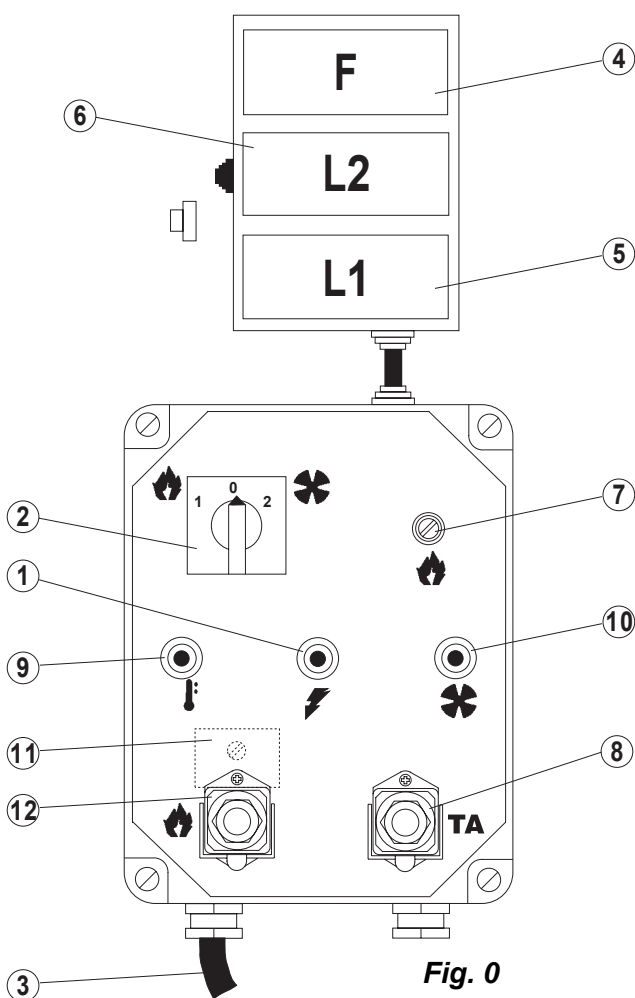

Fig. 0
Имеются три защитные устройства, которые приводятся в действие в случае серьезной неисправности. Устройство управления горелки, которое установлено на горелке и имеет кнопку повторного запуска, автоматически прекращает работу горелки, если пламя гаснет. Терморегулятор перегрева, TS с ручным повторным запуском, приводится в действие, если температура камеры сгорания поднимается выше установленного максимального предела, загорается сигнальная лампочка 9 (Fig. 0) и нагреватель прекращает
работу. Термореле, RT, приводится в действие, если электродвигатель вентилятора начинает использовать количество электричества, превышающее максимально допустимый предел, загорается сигнальная лампочка 10 (Fig. 0) и нагреватель прекращает работу. Если какое-либо из этих защитных устройств приведено в действие, необходимо внимательно проверить, в чем в действительности заключается неисправность прежде, чем нажимать кнопку сброса и снова включать нагреватель (см. ВСТРЕЧАЮЩИЕСЯ НЕИСПРАВНОСТИ, ВОЗМОЖНЫЕ ПРИЧИНЫ И УСТРАНЕНИЯ). Защитное термореле перегрева, TSS, отключает нагреватель, если поток воздуха недостаточен для охлаждения камеры сгорания: нагреватель автоматически включится заново, как только нагреватель в достаточной мере охлажден.
- Подсоедините такие вспомогательные устройства, как комнатное термореле или таймер к распределительному щиту прибора: электропровод должен быть подсоединен при помощи крепежного средства кабеля 8 (Fig. 0) к выводам.
- Установите выключатель 2 (Fig. 0) в положение "0", подключите нагревательный прибор к электрической сети (см. фирменную табличку для электрических спецификаций).
- При работе нагревательного прибора в режиме ручного управления установите выключатель 2 (Fig. 0) в положение  включится форсунка и вскоре после прогрева топочной камеры включится главный вентилятор.
- При работе нагревательного прибора в режиме автоматического управления, установите желаемое значение на выбранном контрольном аппарате, установите выключатель 2 (Fig. 0) в положение , теперь нагревательный прибор будет запускаться и останавливаться автоматически.
- В ручном режиме, установите выключатель 2 (Fig. 0) в положение "0" или, в автоматическом режиме, выключите контрольный аппарат.
Для использования нагревательного прибора только в качестве вентилятора установите выключатель 2 (Fig. 0) в положение .